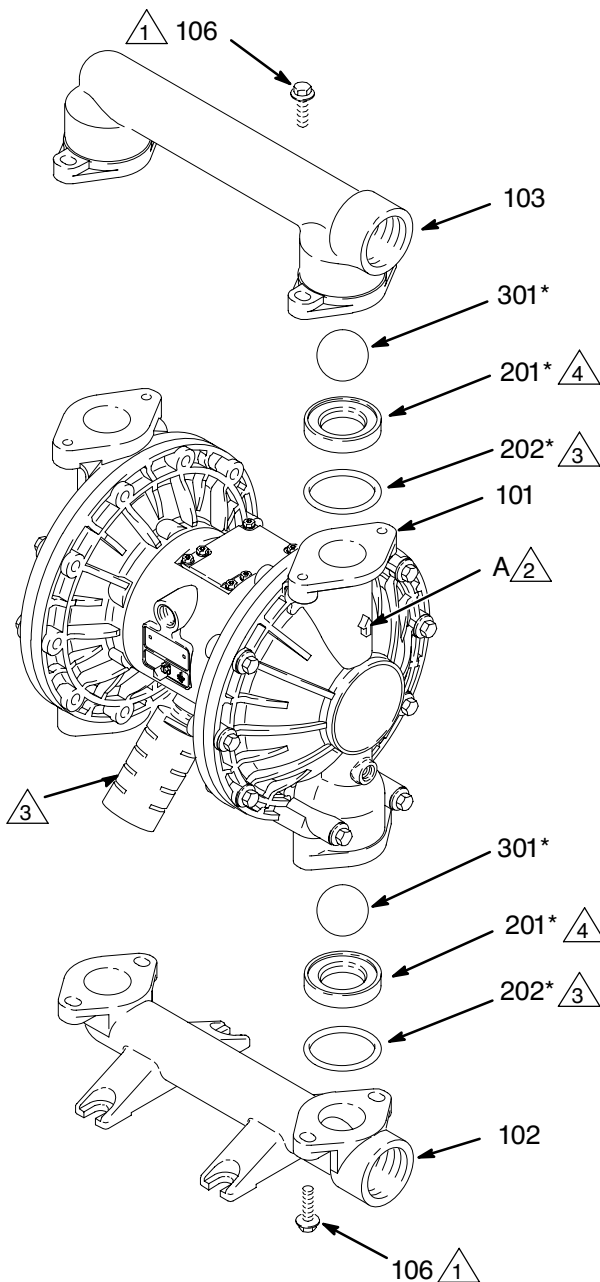

Рис. 10
3. С помощью торцевого ключа на 13 мм удалите четыре винта (106), крепящих выпускной коллектор (103) к крышкам секции жидкости (101). См. рис. 10.
4. Извлеките уплотнительные кольца (202, не используются в некоторых моделях), седла (201) и шарики (301) из коллектора.
5. Переверните насос и снимите впускной коллектор (102). Извлеките уплотнительные кольца (202, не используются в некоторых моделях), седла (201) и шарики (301) из крышек секции жидкости (101).
2. Соберите в обратной последовательности, соблюдая все примечания на рис. 10. Убедитесь в том, что шаровые обратные клапаны собраны **в точности**, как показано на рисунках. Стрелки (A) на крышках (101) секции жидкости **должны** указывать на выпускной коллектор (103).